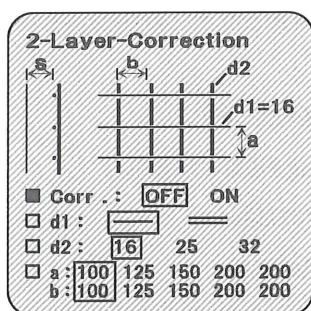

図13
7. 4. 2. 交差する鉄筋の補正の設定は、図10を表示させたあと、☐ 2-Layer-Correctionにカーソルを合わせSTARTキーを押してください。図13が表示されます。